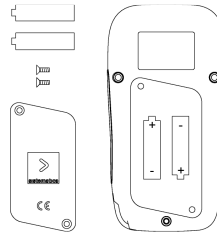

Bild 2
3. Die erschöpften Batterien von ihrem Sitz entfernen (Bild 2);